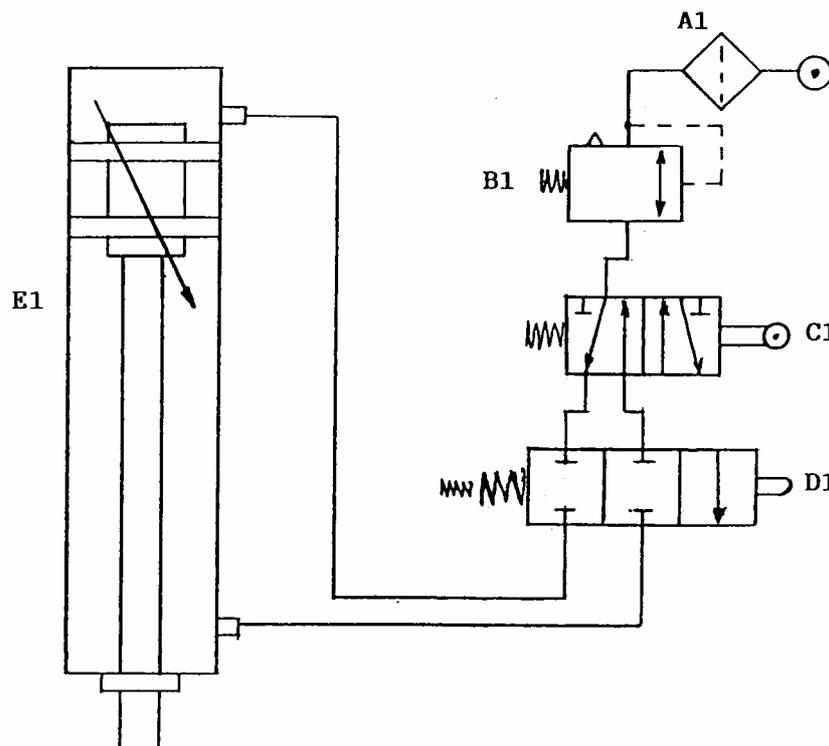

Figure 3
Le schéma fonctionnel de l'installation pneumatique est reproduit sur la fig. 3. Il se compose d'un circuit relié au fonctionnement de la presse. Il est essentiellement constitué de:
Lorsqu'on branche l'air à l'entrée au raccord (pos.3 fig.1) et (A1 fig.3), l'air est filtré et on alimente la soupape à cinq voies (pos.C1 fig.3) et la soupape de pression maxi (pos.B1 fig.3) qui purge quand la pression dépasse 10 bar.
Lorsqu'on ouvre partiellement la porte (pos.9 fig.1), on alimente le bas du cylindre (pos.E1 fig.3) et cela fait monter le plateau de pressage (pos.2 fig.1). Lorsqu'on ferme complètement la porte (pos.9 fig.1), on alimente le haut du cylindre (pos.E1 fig.3) qui pousse vers le bas le plateau de pressage (pos.12 fig.1). Quand on ouvre la porte (pos. 9 fig. 1) de plus de 4-5 cm, la double soupape de sécurité ferme et bloque le circuit de l'air et le fonctionnement de la presse.